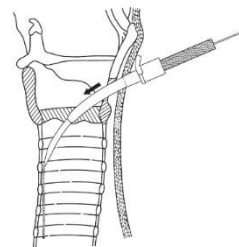

図4
- ⑦ ダイレタのテーパ側を気道チューブのコネクタ側から挿入し、ダイレタのハンドルがコネクタの内腔で止まるまでしっかりと挿入する。
⑧ 気道チューブとダイレタを組み合わせて、ガイドワイヤ上に沿わせて進め、ガイドワイヤの近位側がダイレタのハンドルから完全に出てくることを確認する。
⑨ ガイドワイヤの位置を維持しながら、気道チューブとダイレタを前後に動かしながら進めていき、気管内まで完全に挿入する(図4)。